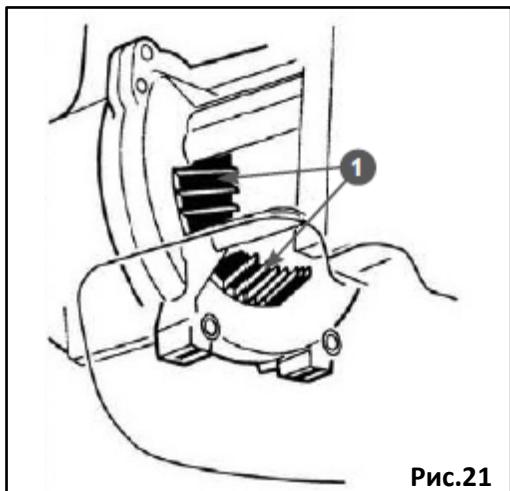

Рис.21
После каждого использования удаляйте накопленную грязь из пространства между топливным баком и стартером и очищайте отверстия (1) воздухозаборника на картере двигателя (Рис. 21).